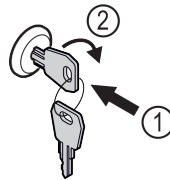

Fig. 196
- 按入钥匙。 Fig. 196 (1)
- 将钥匙顺时针转动 90°。 Fig. 196 (2)